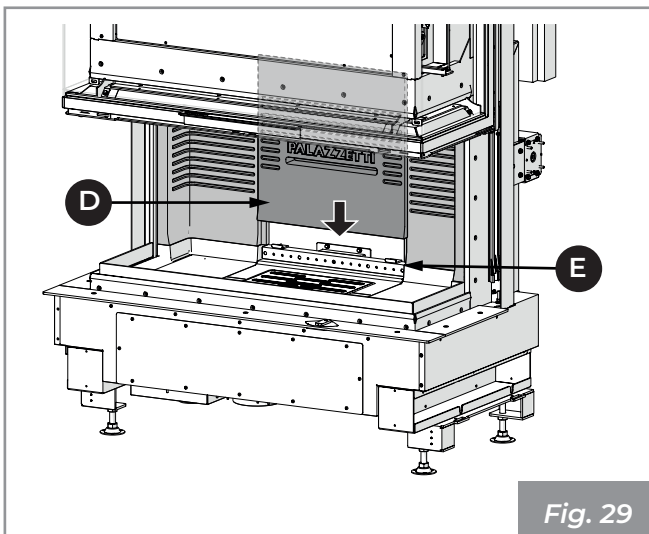

Fig. 29
- 6) Apoyar el panel trasero refractario central (**D**) en la pared del Econonobloque y deslícelo suavemente hasta su posición, centrándolo con la protuberancia (**E**) en la base refractaria (**Fig. 29**).